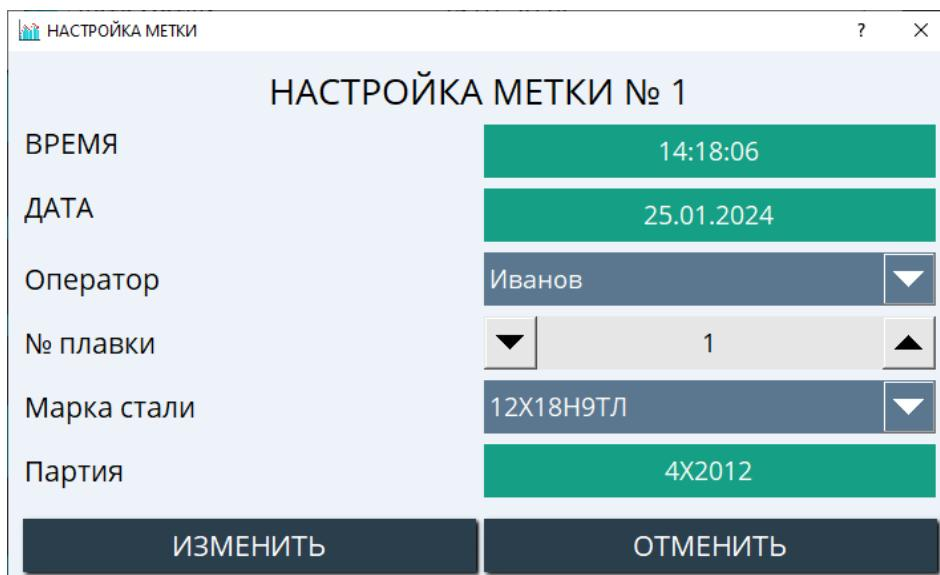

Рисунок 2.26 – Настройка метки
2.7.2 «ИЗМЕНИТЬ». Данная настройка позволяет изменить выбранную метку (рис. 2.26).